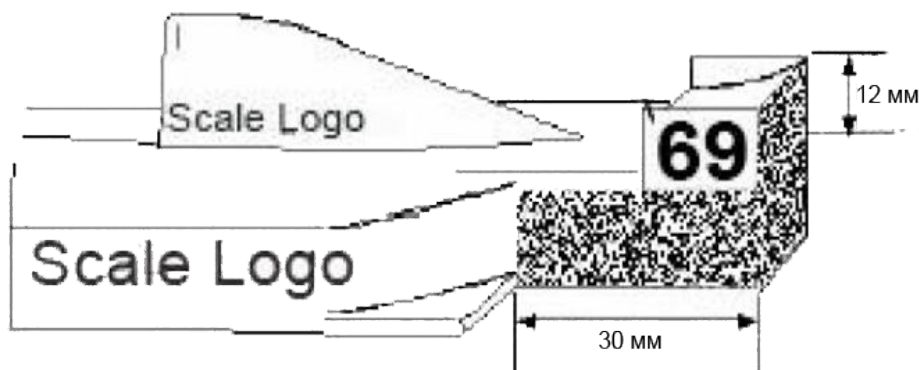

Рисунок 5.
- высота боковой пластины заднего антикрыла не менее 12 мм (см. рис.5);
- от передней стороны задних колес до конца заднего антикрыла не более 30мм (см. рис.5);